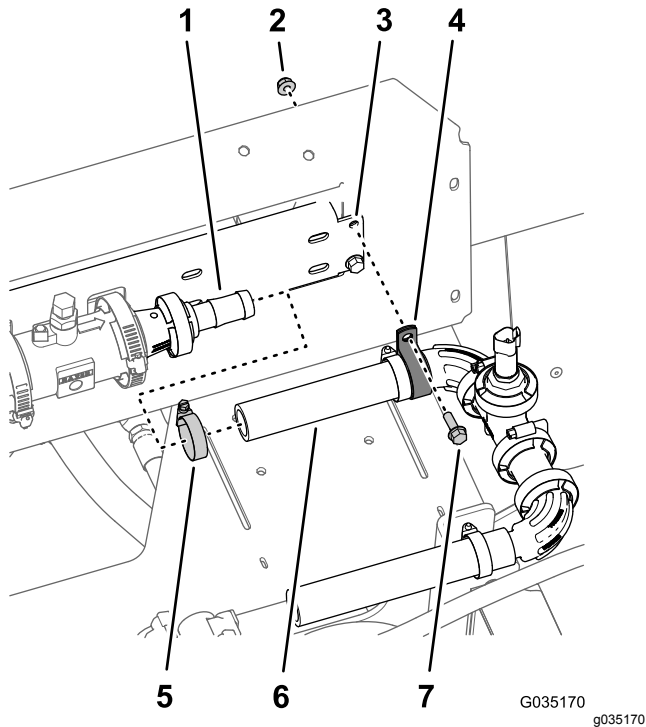

Figura 59
1. Monte o tubo (1 x 7-¼ pol.) que está fixa ao transdutor de pressão e coletor (Figura 59), na união estriada flangeada (1 polegada).
2. Fixe sem apertar o tubo à união flangeada estriada com uma braçadeira de tubos (Figura 59).
3. Prenda o transdutor de pressão e coletor na ranhura da montagem do coletor com um grampo em R (Figura 59) e o parafuso de cabeça flangeada (¼ x ¾ pol.) e uma porca de bloqueio flangeada (¼ pol.) que removeu no passo 5 de Desmontar as válvulas da secção da rampa da montagem do coletor (página 26).